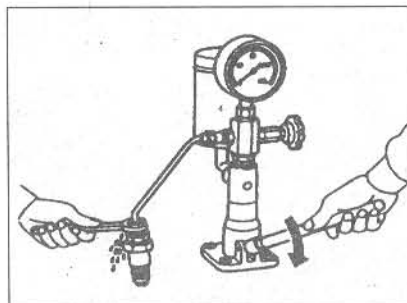
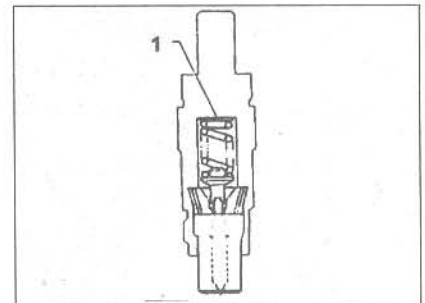

Рис.1.47 Проверка давления начала впрыска (Глава 37)
Рис.1.48 Регулировочная прокладка начала впрыска (Глава 37)
Для проверки давления начала впрыска форсунку подсоедините к тестеру, создайте давление подкачкой, ослабьте гайку крепления форсунки и стравите воздух (рис.1.47), затем затяните гайку, поднимите давление до начала впрыскивания и определите давление по манометру тестера в момент начала снижения. Для двигателя LD20 давление начала впрыскивания новой форсунки составляет 135-143 кг/см². Давление работавшей форсунки, как правило, ниже указанного примерно на 10 кг/см² (не более). Начальное давление впрыскивания регулируется установкой прокладки (1) под пружину (рис.1.48). Увеличение толщины прокладки повышает давление начала впрыскивания, уменьшение - снижает. Изменение толщины прокладки на 0,04 мм изменяет давление начала впрыска на 4,8 кг/см². Проверьте качество распыления: факел распыления должен быть равномерным по всему поперечному сечению конуса распыления, а распыление должно быть туманообразным. У новых форсунок впрыск сопровождается резким звуком. У работавших форсунок отсутствие этого резкого звука не является признаком, на основании которого форсунку следует забраковать.